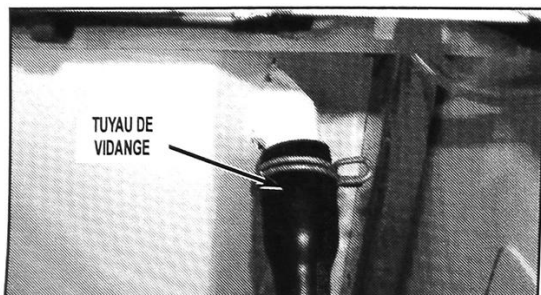

FIGURE 6
9. Retirer le tuyau de vidange (illustré à la figure 6) de son raccord situé sur le panneau arrière dans le coin supérieur droit de la laveuse. Immobiliser le tuyau de vidange en position verticale afin d'empêcher l'eau de couler du tuyau.